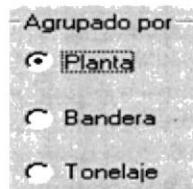

Figura 11.23 Opción agrupado por
2. Si escoge que la consulta sea específica se le activará agrupado por donde usted podrá escoger la opción (ver figura 11.23)